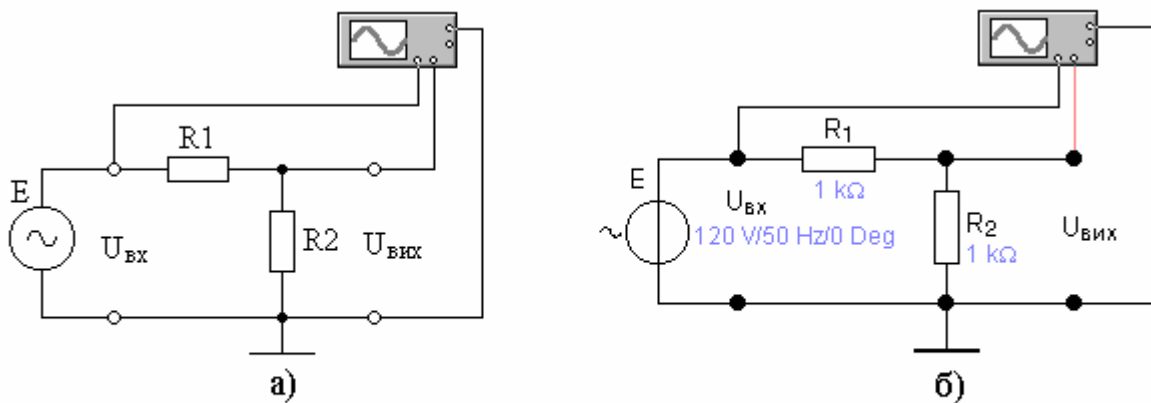
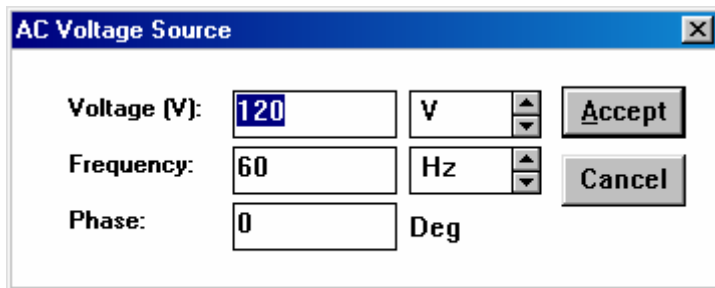
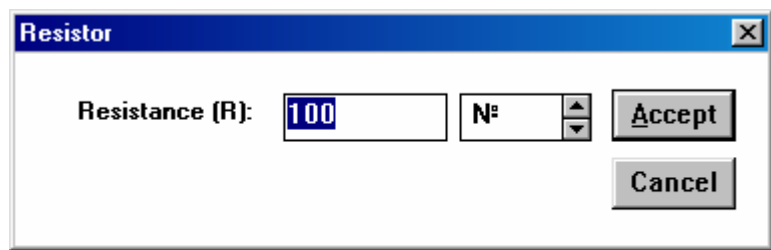

Рисунок 1.2 — Схема дослідження подільника напруги на холостому ході:
Рисунок 1.3
Рисунок 1.4
Для складеної схеми дослідження (рис. 1.2) необхідно перевести з поля елементів на робоче поле *дев'ять* елементів: джерело вхідної напруги E , резистори R_1 і R_2 , спільну шину (землю) -  та чотири точки наступними діями.
Установити курсор на умовному позначенні джерела напруги (рис. 1.2,б) і двічі клацнути лівою клавішею миші. При цьому відкривається передня панель джерела напруги (рис. 1.3) з органами керування:
3 Установити опори резисторів R_1 і R_2 , для чого встановити курсор на умовному позначенні резистора (рис. 1.2,б) і двічі клацнути лівою кнопкою миші. При цьому відкривається панель *Resistor* (рис. 1.4), за допомогою якої можна змінювати номінал R .
4.4.1 Установити розраховані в п. 3.2 опори резисторів R_1 і R_2 (рис. 1.2).
4.5.1 Установити розраховані в п. 3.2 опори резисторів R_1 і R_2 (рис. 1.2).